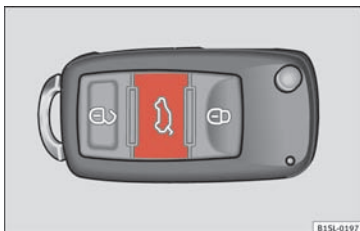

Fig. 37 På bilnøglen: knap til oplåsning og åbning af bagklappen
- Tryk på knappen  på bilnøglen » **Fig. 37** i ca. 1 sek. for at låse bagklappen op.